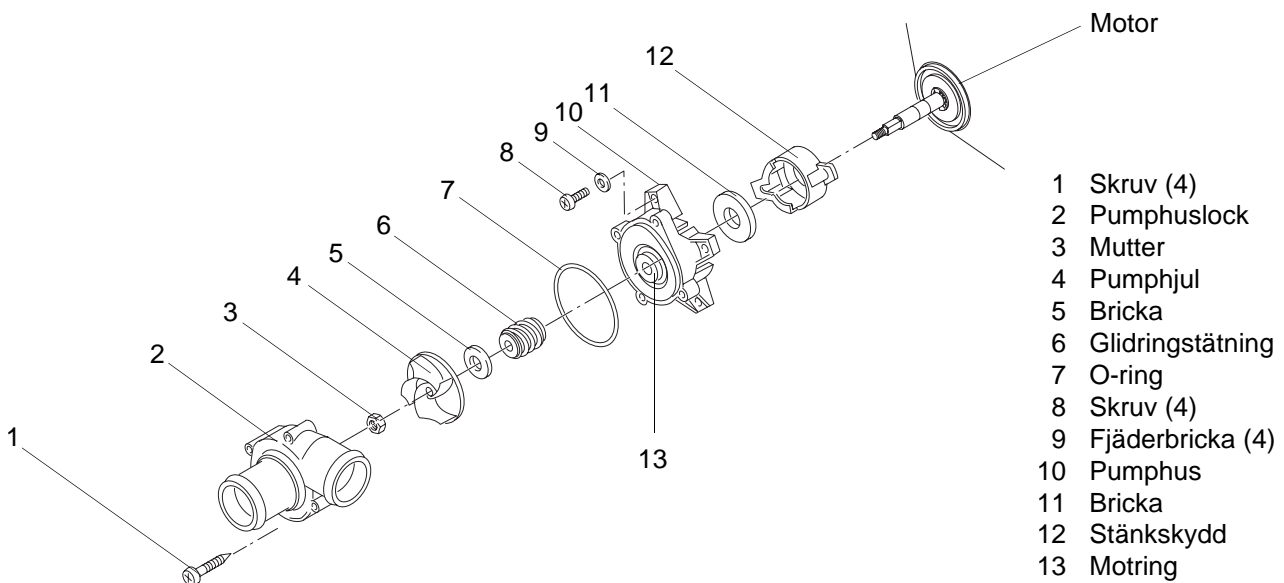

Fig 2 Demontering
1. Skruva ut skruvarna (1, fig 2) på pumphuslocket (2).
2. Ta bort pumphuslocket (2), kontrollera om det är skadat och kassera det om så behövs (separat reservdel).
3. Ta bort muttern (3) från motoraxeln genom att hålla emot vid pumphjulet (4) och kassera den.